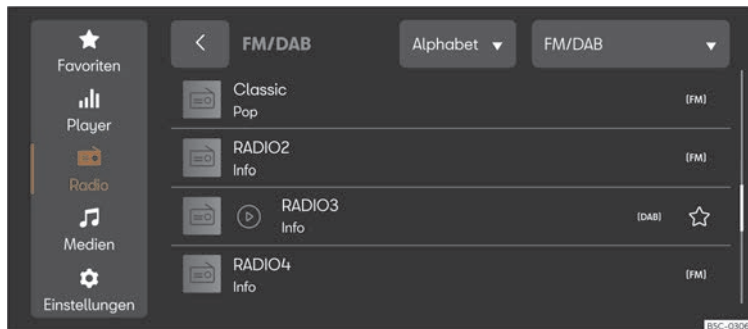

Abb. 176 Schematische Darstellung: Ansicht Radio.
- Drücken Sie **MENÜ** > > (Abb. 176).